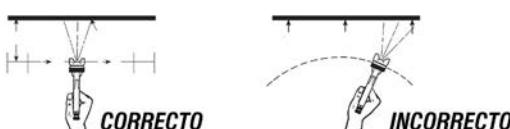

Fig. 3 – Aplicación
- 2 - Coloque el producto en el envase (2) enseguida coloque la tapa (3) tomando cuidado para que quede bien sellada;
- 3 - Coloque la tapa de aire (4) en el pico (1) apropiadamente y entonces apriétela; (se recomienda observar la correcta colocación del anillo de fijación, pues el mismo posee rosca y la colocación indebida puede provocar daños a la pistola y la pérdida al derecho de garantía);
- 4 - Conecte la entrada de aire (8) de la pistola de pintura en la red de aire comprimido, observando la presión máxima recomendada de 85 lbf/pulg2 y entonces inicie la pulverización apretando el gatillo (5);
- 5 - Para aumentar la cantidad de pulverización gire el tornillo de regulación de fluido (6) en sentido anti horario, y para disminuir gire en sentido horario;
- 6 - Para la regulación del abanico gire el tornillo de regulación del abanico (7) en sentido horario para disminuir el abanico y sentido anti horario para aumentar;
- 7 - Durante la pintura, la pistola debe estar siempre perpendicular a la superficie a ser pintada. La distancia entre la pistola y la superficie debe ser constante, entre 15 cm y 20 cm, y el movimiento de vaivén debe ser rectilíneo y nunca en forma de arco, de acuerdo a la Fig. 3.